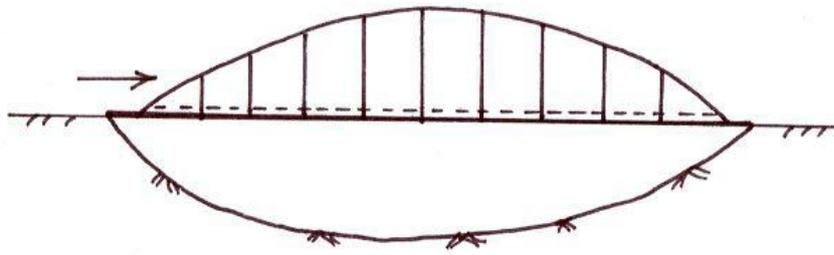

Fig. 14 Pont à tablier inférieur.
- Pont à tablier inférieur : Le tablier se trouve dans la partie inférieure des éléments porteurs (fig. 14).